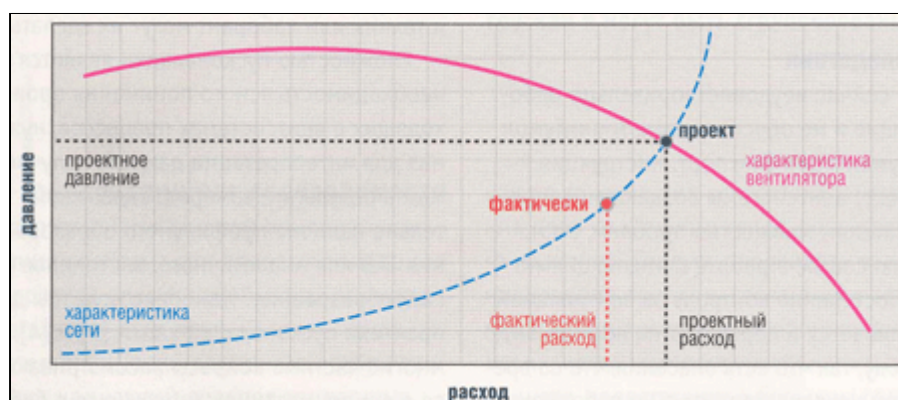

Рис. 3. Вентилятор не соответствует, сеть соответствует.
2. Вентилятор не соответствует, сеть соответствует (рис. 3)